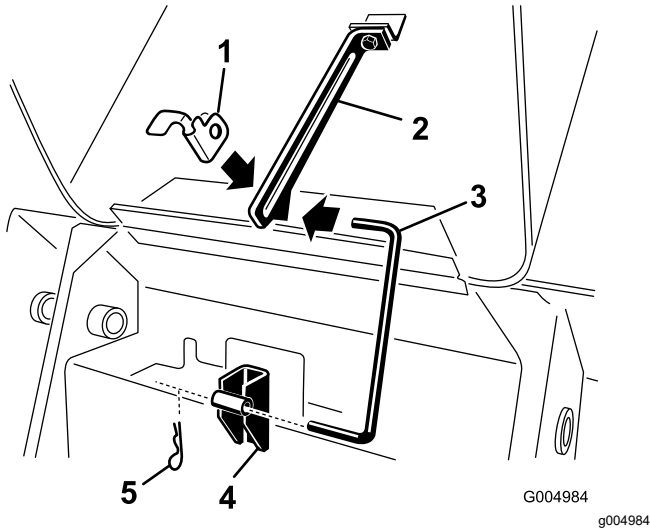

図 41
4. フードの支え棒の下端に付いているコッターピンを抜き取り、支え棒を保持ブラケットとロッドタブから外す **図 41**。
8. 保持ブラケットとタブに支え棒を取り付け、ヘアピンコッターで固定する **図 41**。